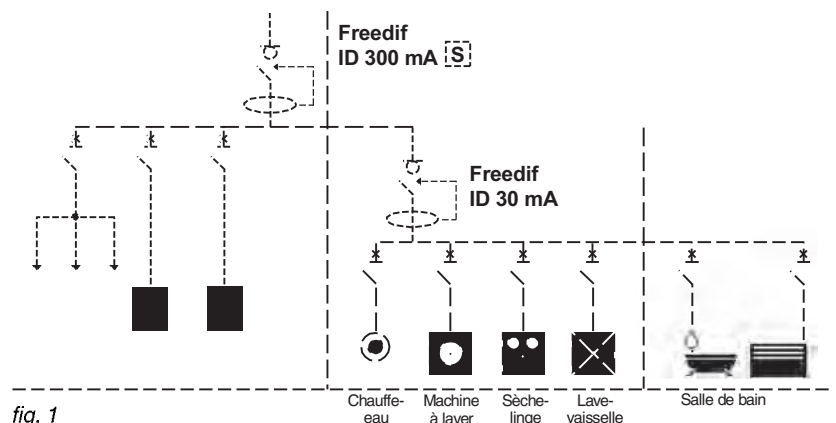

fig. 1
- Dans l'exemple d'installation schéma fig. 1, sur défaut différentiel, il y a sélectivité de déclenchement entre l'interrupteur différentiel 300 mA  sélectif et les appareils différentiels 30 et 100 mA instantanés situés en aval.